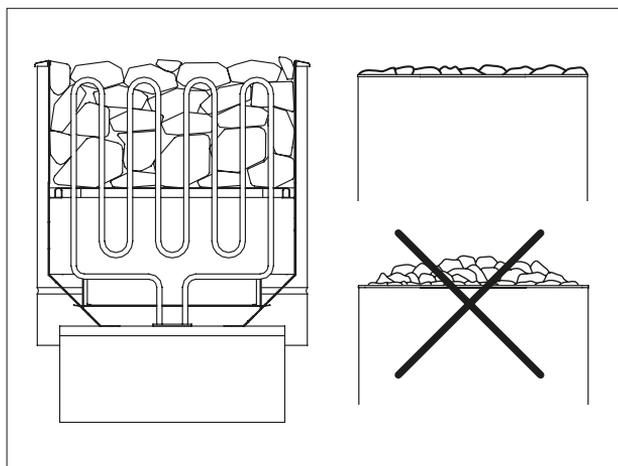

Figure 7.
- Les pierres doivent recouvrir complètement les résistances du poêle sauna (Figure 7).